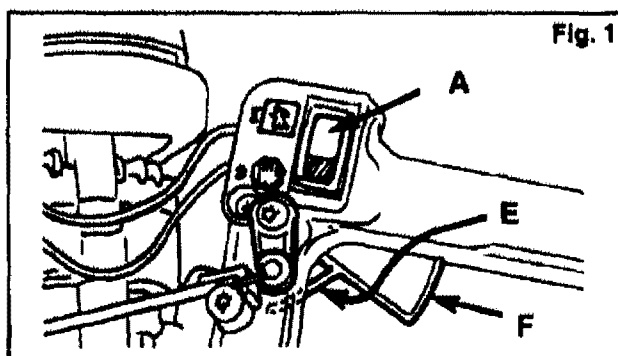

Fig. 1
2. Coloque el conmutador On-Off (A) (activación-desactivación) en la posición «ON» (activación) (Fig. 1).
- Mueva la palanca del difusor (C) a la posición de «CHOKE» (difusión) (  ) (D).
- Fije el dispositivo que regula la marcha (E) (Consulte Fig. 1, página 6), soltando para ello el gatillo y empujando hacia delante el pestillo (F) (Consulte Fig. 1, página 6).
- Mueva la palanca del difusor hasta la posición media (G). Tire del arrancador hasta que el motor se ponga en marcha.
- Deje que se caliente el motor entre 5 y 45 segundos; a continuación mueva la palanca del difusor a la posición «RUN» (en marcha) (  ) (H).